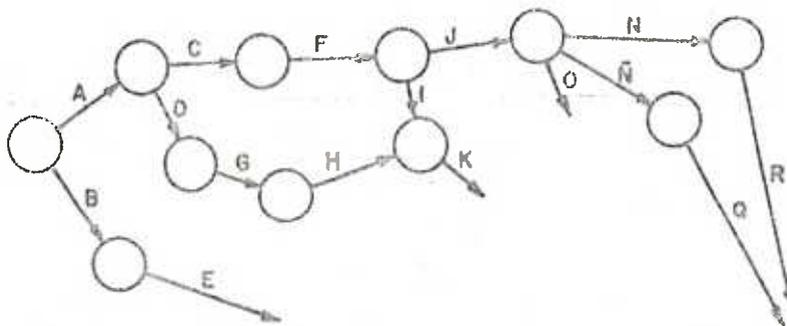

FIGURA 22
k) Reflejando la condición 11 tendremos (figura 22):